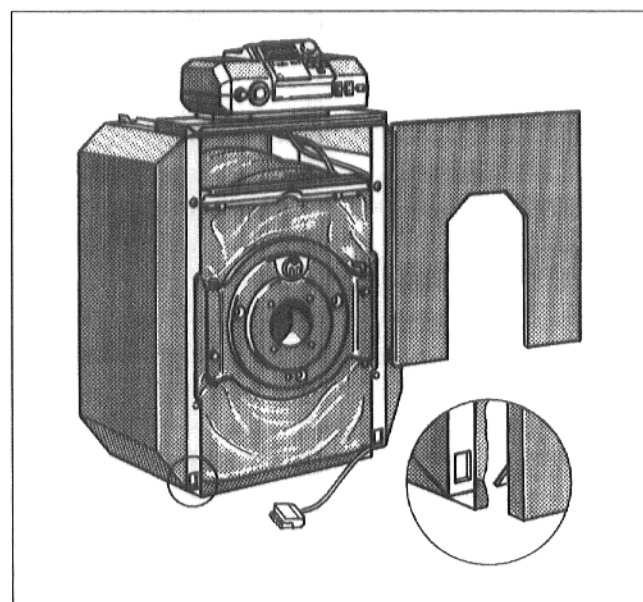

Fig. 24
- Par le dessus, accrocher la face avant par ses deux crochets dans les évidements du rebord de la face latérale du bas et dans la traverse du haut (Fig. 24).